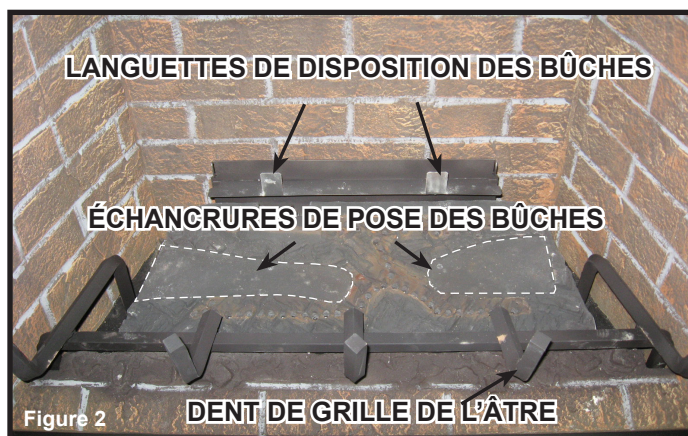

Figure 2
**ATTENTION** : Les bûches sont fragiles, elles doivent être manipulées avec prudence. **Bûche n° 1 (SRV2164-701)** : Localisez les languettes de pose des bûches sur le couvercle de la veilleuse. Pliez les pattes vers le haut comme il est indiqué à la figure 2. Localisez les fentes de pose des bûches au bas de la bûche 1 (voir figure 3). Introduisez les languettes de pose des bûches sur le couvercle de la veilleuse dans les fentes situées au bas de la bûche 1. La bûche 1 est correctement installée quand elle repose solidement et entièrement sur le couvercle de la veilleuse et quand les languettes sont entièrement engagées (voir la figure 4).